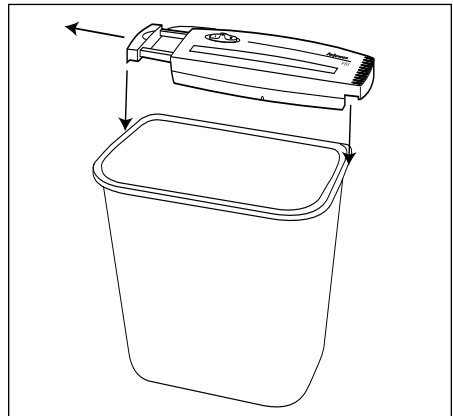

Figura 1
1. Coloque la cabeza destructora sobre el cesto. Extienda el brazo ajustable de modo que se ajuste al ancho del cesto, como se muestra en la figura 1.